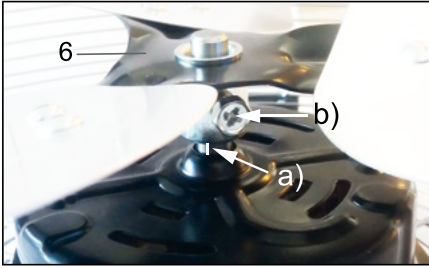

Fig.25: Montaggio rotore
2. Inserire il rotore (6) con il distanziatore in direzione del motore sull'asse.
*Il rotore non deve poggiare direttamente sul motore. Deve esserci una distanza ben visibile tra distanziatore e motore. Si veda fig. 25 a).*
*Si veda fig. 25 b).*